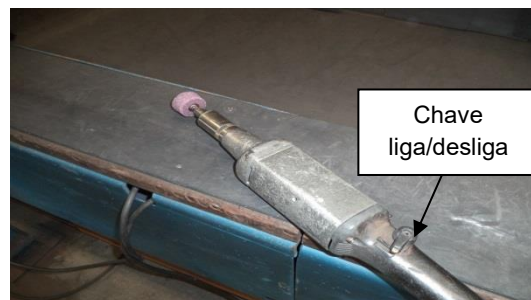

Figura 01
3.1 Esmerilhadeira e Retifica (Figura 01):